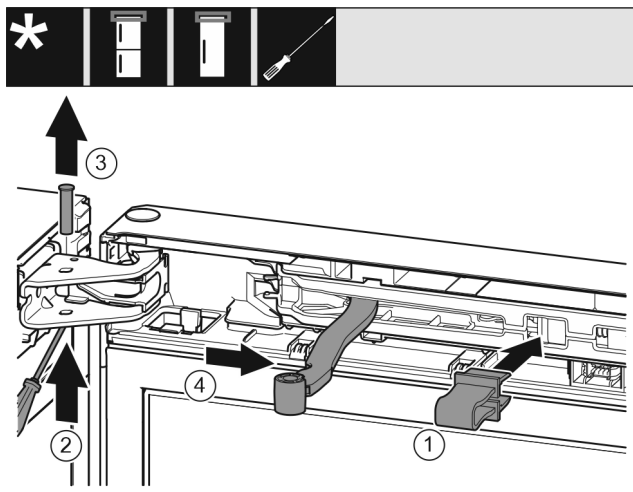

Fig. 6
- ▶ Sikringen skal klikke på plass i åpningen. *Fig. 6 (1)*
- ▶ Skru ut bolten med skrutrekker. *Fig. 6 (2)*
- ▶ Trekk ut bolten oppover. *Fig. 6 (3)*
- ▶ Drei leddet i retning døren. *Fig. 6 (4)*